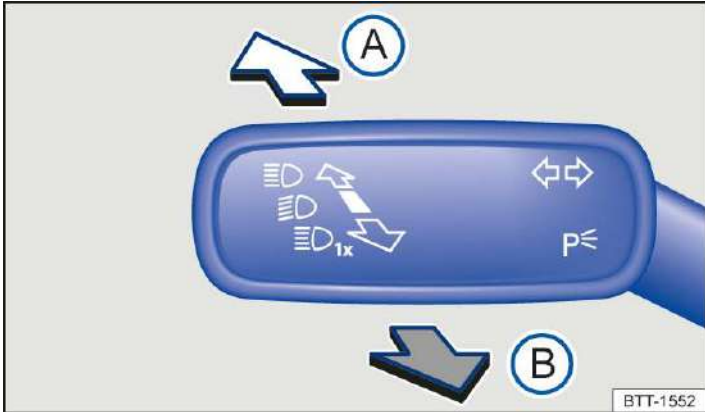

Abb. 1 An der Lenksäule links: Blinker- und Fernlichthebel.
2. Hebel aus der Mittelstellung nach vorn drücken → *Abb. 1*.
1. Hebel aus der Mittelstellung nach hinten ziehen → *Abb. 1*.
1. Hebel aus der Mittelstellung nach hinten ziehen und halten → *Abb. 1*.